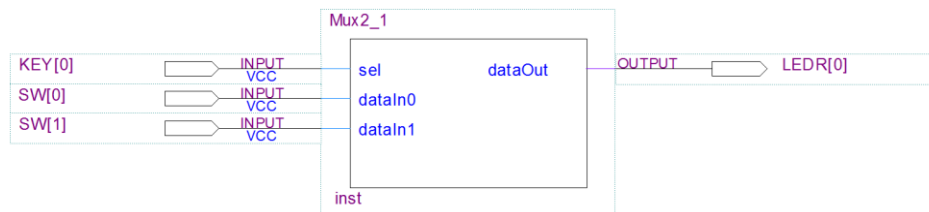

Figura 7 – Instanciação do módulo “Mux2\_1” e ligação a pinos da FPGA.
6. Crie um novo ficheiro para um esquema lógico, chamado “Mux2\_1Demo.bdf”. Instancie nele o multiplexador e associe os seus portos a pinos concretos da FPGA do *kit* DE2-115 que vai usar para o testar (sugere-se que ligue as entradas de dados a interruptores, a entrada de seleção a um botão e a saída a um LEDs, como mostra a Figura 7).